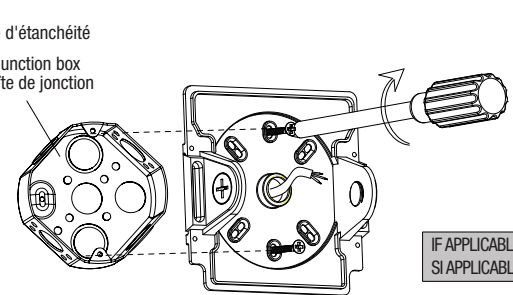

Fig. 4A
5. Pass the supply wires through the central hole of the back plate and install it on the recessed junction box (not provided) on the wall by using screws (not provided) (Fig. 4A).
5. Passer les fils d'alimentation dans le trou central de la plaque arrière et installer-la sur la boîte de jonction encastrée dans le mur (non fournie) en utilisant des vis (non fournies) (Fig. 4A).